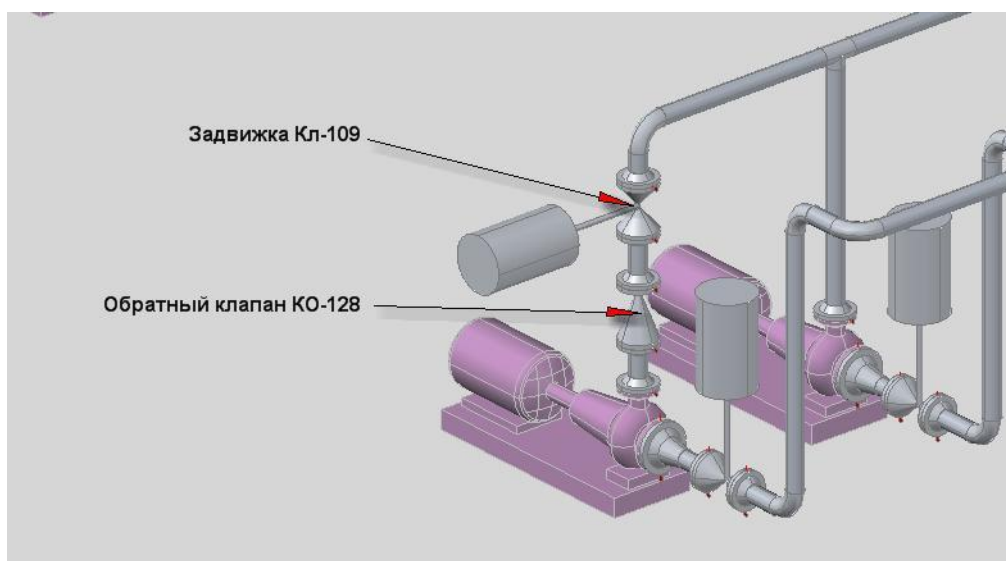

Рис. 95
- Разместите **Обратный клапан КО-128** и **Задвижку Кл-109**, выбирая их последовательно из списка линий P&ID (Рис. 95).